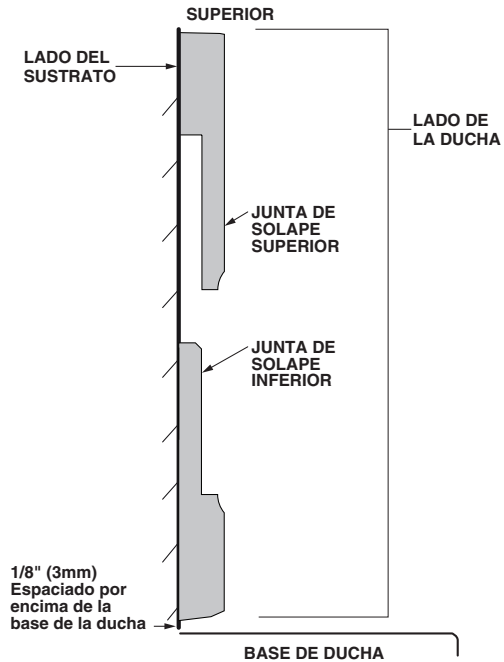

Ilustración 2
(Ilustración 2)
- 5) Aplique adhesivo de construcción impermeable en la junta de solape de los paneles inferior y superior. (Ilustración 2) Coloque el panel posterior superior en su lugar en la pared posterior como en los pasos anteriores. Limpie el exceso de adhesivo con un trapo humedecido.